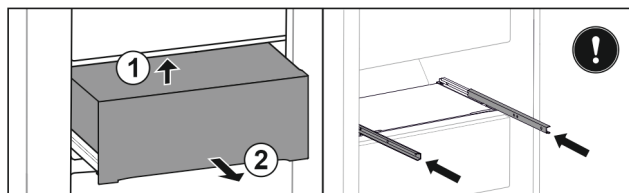

Fig. 159
- ▶ Podignite ladicu odozdo straga. Fig. 159 (1)
- ▶ Izvadite ladicu prema naprijed. Fig. 159 (2)